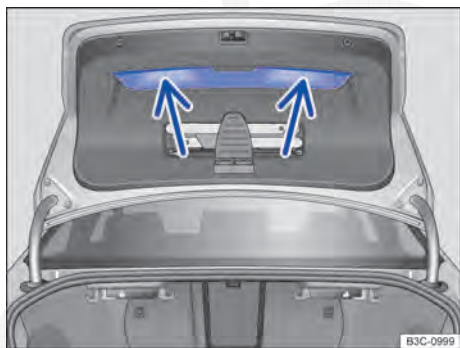

Fig. 36 Tampa do compartimento de bagagem aberta: rebainhos para puxar.
- Segurar um dos rebainhos do revestimento interno da tampa do compartimento de bagagem ⇒ Fig. 36 (setas pequenas).